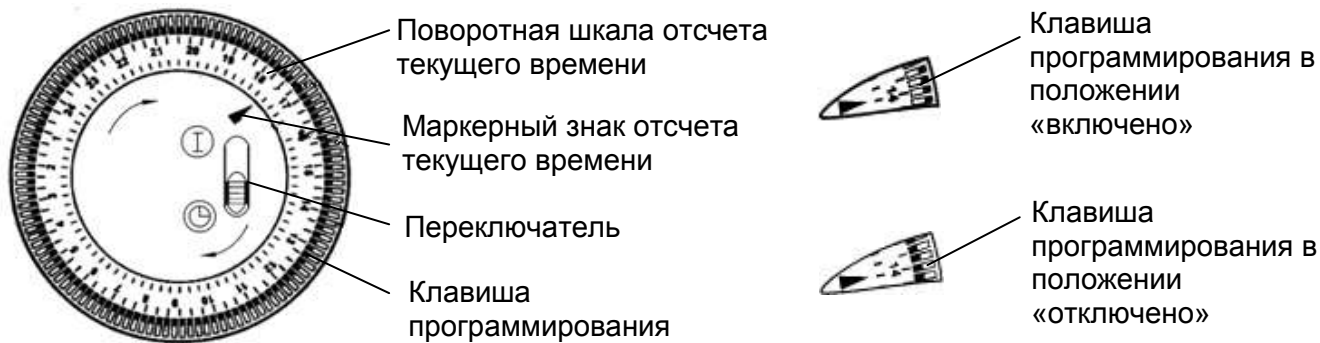

Рис. 5
5.7 Переведите клавиши ступенчатого регулятора мощности, клавишу выключателя (для моделей с вентилятором) в отключённое положение «0», совместите «риску» на ручке термостата со знаком \* на корпусе конвектора (см. рис.4), установите переключатель таймера (для моделей с таймером) в положение «I» (см. рис.5). Конвектор готов к работе.
Клавишами программирования таймера (см. рис. 5) установите желаемые интервалы времени «включенного» и «отключенного» состояния конвектора. Поворотом шкалы отсчета текущего времени таймера в направлении стрелки установите текущее время, совместив его с маркерным знаком ▲ отсчета текущего времени. Включите таймер, установив переключатель в положение ⌚ В положении «I» выключателя таймер выключен (что эквивалентно установке всех клавиш программирования в положение «включено»). Дискретность программирования времени – 15 минут (1 клавиша). Время программирования – сутки (24 часа). Число повторов исполнения программы – не ограничено.